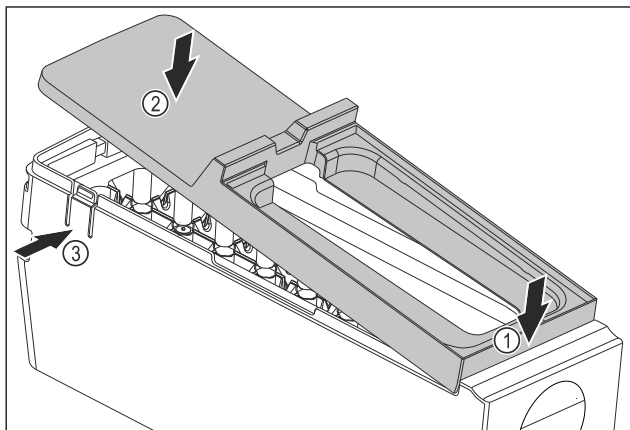

Fig. 139
- ▶ Monter dekselet til hoveddelen til EasyTwist-Ice: Fest dekselet foran. Fig. 139 (1)
- ▶ Senk dekselet bak. Fig. 139 (2)
- ▷ Dekselet går hørbart i inngrep i begge tappene Fig. 139 (3).